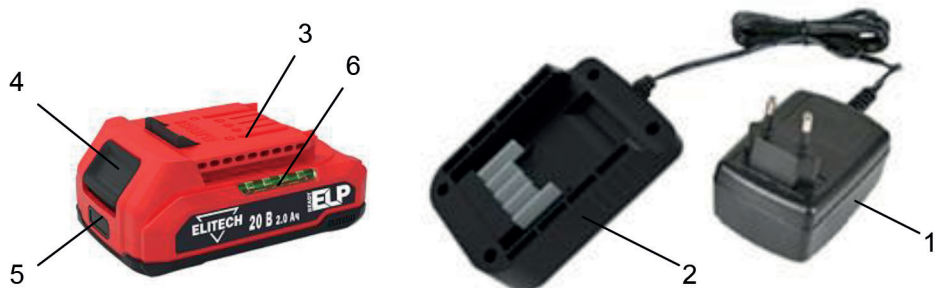

Рис. 3
- Подключите зарядное устройство 1 (рис. 3) к электросети 230В/50Гц. Зеленый световой индикатор на адаптере зарядного устройства загорится.
- Вставьте аккумулятор 3 в адаптер зарядного устройства 2 (рис. 3).
- Извлеките аккумулятор из устройства, нажав на кнопку разблокировки аккумулятора 4 (рис. 3) и потянув аккумулятор из устройства.
Нажмите на кнопку проверки заряда аккумулятора 5 (рис. 3), расположенную на корпусе аккумулятора. Светодиодные индикаторы 6 (рис. 3) укажут уровень заряда аккумуляторной батареи.